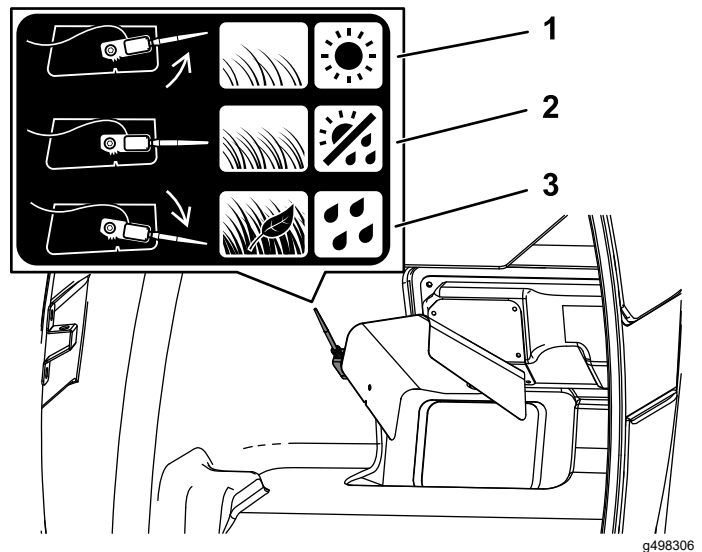

Bild 28
- Drehen Sie den Sensor für normales Gras und normale Wetterbedingungen in die mittlere Stellung (Bild 28).
- Drehen Sie den Sensor nach unten, wenn das Gras nass oder dicht ist, Sie Laub aufsammeln oder die Fangbox gefüllt ist, bevor der Sensor aktiviert wird (Bild 28).
- Drehen Sie den Sensor nach oben, wenn das Gras trocken oder dünn ist oder das Mähwerk ausgekuppelt wird, bevor die Fangbox voll ist (Bild 28).